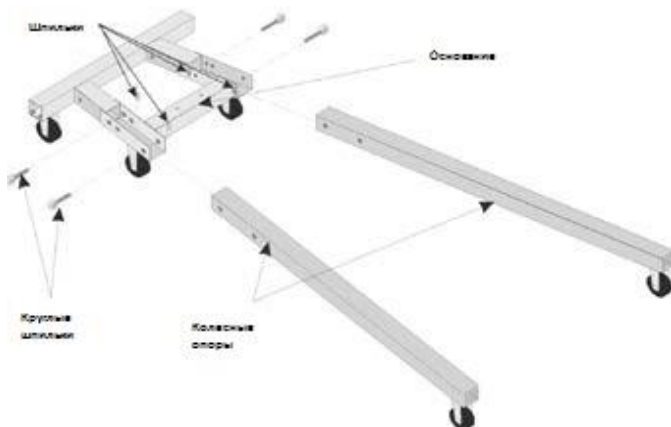

Рис.2
**Примечание.** Поднимите переднюю часть основания, пока отверстия не совпадут. (См. Рис. 2)